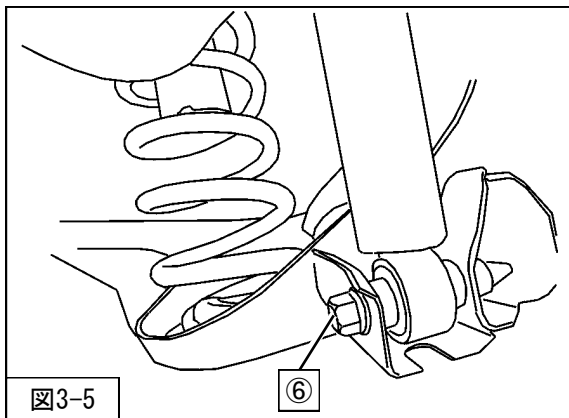

図3-5
⑥
6. ⑥リアショックアブソーバASSYロア取付ボルトを取外してください。(図3-5)
8. ジャッキを下げてアクスルビームを押し下げ、スプリング・アップアマウンティングラバーを取外してください。(図3-5)